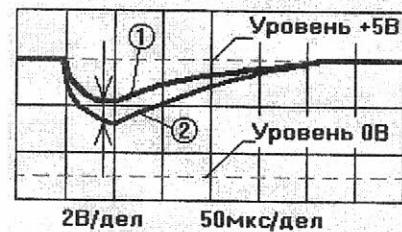

Рис.8 Регулировочные осциллограммы
- Для настройки желательно использовать осциллограф. Подключите вход внешней синхронизации осциллографа к коллектору транзистора VT2. Подайте питание. С помощью переменного резистора R7 необходимо добиться, чтобы осциллограмма на выводе 7 D1.4 находилась в пределах между линиями 1 и 2 (см. рис.8). Нажав кнопку S1, произведите начальный сброс и перекалибровку металлоискателя. Поднося к катушке различные металлические предметы, убедитесь в работоспособности устройства (световой и звуковой сигнал). Переменным резистором R29 установите необходимую чувствительность.